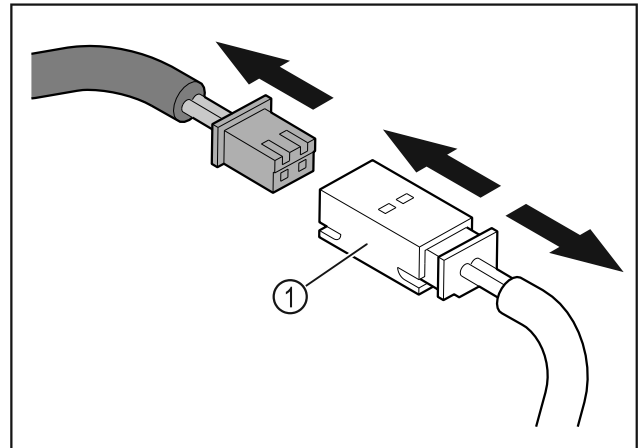

Fig. 13
- Stecker und Steckerkupplung Fig. 13 (1) ausstecken.